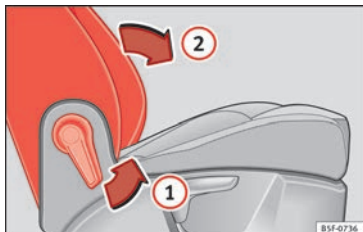

Fig. 148 Asiento del acompañante: palanca para abatir el respaldo.
- Tire de la palanca ① » fig. 148 y empuje el respaldo hacia adelante ② de forma que el respaldo quede en posición horizontal.